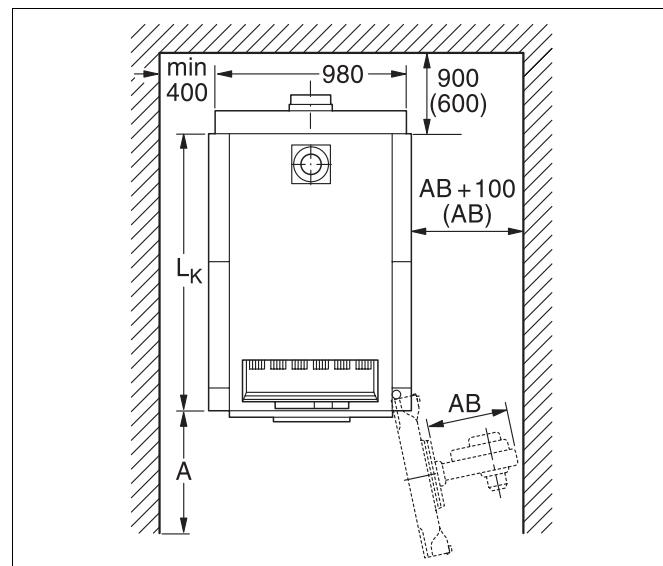

Fig. 6 Locale di posa con caldaia (misure in mm)
- Rispettare le distanze dalle pareti consigliate per l'apertura della porta del bruciatore, il montaggio della caldaia, la pulizia e la manutenzione (→ fig. 6 e tabella sottostante).
Riducendo la distanza consigliata A (fig. 6), non è possibile eseguire la pulizia con il set di attrezzi in dotazione. In alternativa, si consiglia di utilizzare attrezzi per la pulizia più corti (lunghi ca. 1 m) montabili oppure di effettuare una pulitura ad umido.
- Alla costruzione del basamento, prestare attenzione al senso di apertura del bruciatore (battuta della porta del bruciatore a sinistra o a destra, fig. 6, pag. 14).